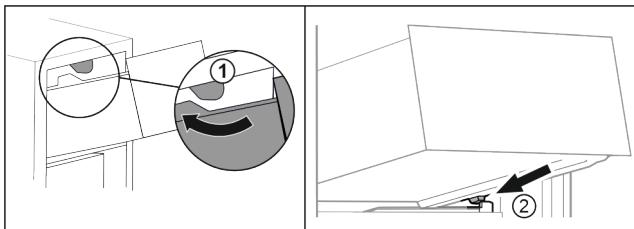

Fig. 98
- Prevedte zásuvku okolo horných zarážok. Fig. 98 (1)
- Nasadte zásuvku šikmo za dolnými zarážkami na rebro nádoby. Fig. 98 (2)